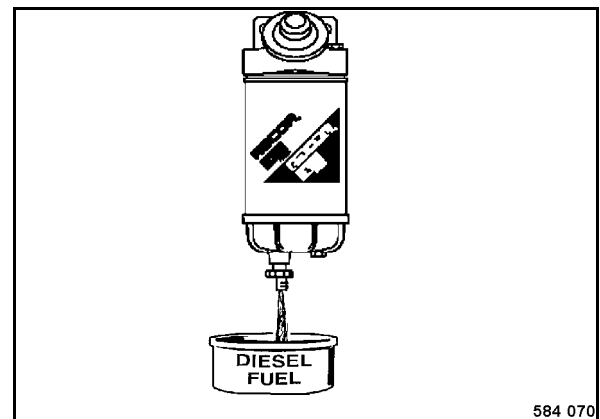

fig. 91
- Desserrer le bouchon de vidange (fig. 91) de quelques tours et recueillir le carburant/eau écoulé.